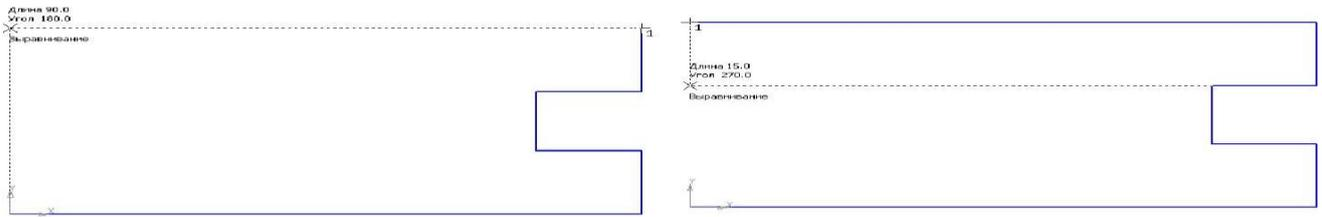

Рис. 6 Рис. 7
- вызовите щелчком ПКМ локальную привязку выравнивание и зафиксируйте следующий отрезок (рис. 6);